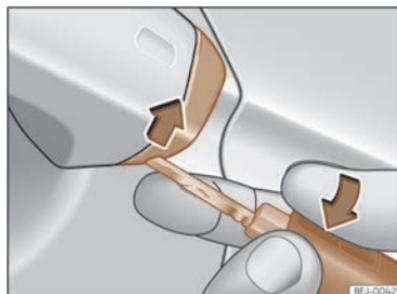

Fig. 50 Maniglia della porta del conducente: sollevare il coperchio facendo leva.
- Introdurre lo spadino della chiave nell'apertura inferiore del coperchietto posto sulla maniglia della porta del conducente e sollevare il coperchio dal basso verso l'alto >>> fig. 50.